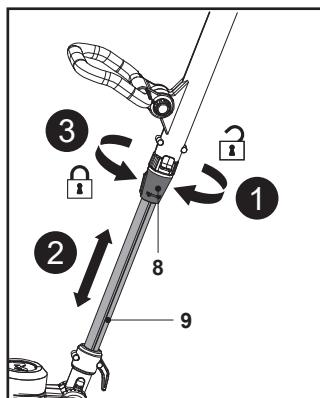

Fig. 5
1. Desserrer le manchon de blocage (8) dans le sens des aiguilles d'une montre (Fig. 5, étape 1).
2. Tirer ou pousser la perche inférieure (9) pour la régler sur la longueur souhaitée (Fig. 5, étape 2).
3. Serrer le manchon de blocage (8) dans le sens inverse des aiguilles d'une montre (Fig. 5, étape 3).